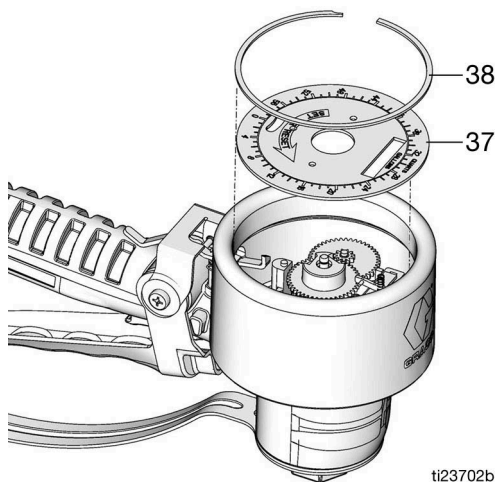

FIG. 33
3. Instale o painel da placa frontal (37) e o prendedor grande de retenção (38) (FIG. 33).